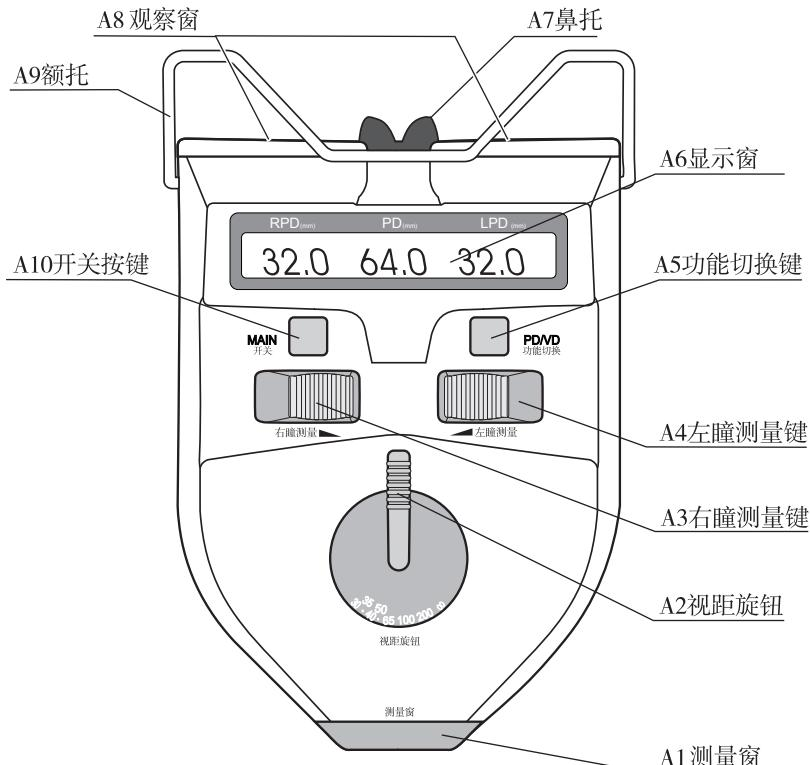

图 1
5.1 前面板说明（图 1 所示）
- e. 当需要检测不同视距的瞳距时，先扳动图 1 中的序号 2（视距旋扭）到指定视距，再进行瞳距的测量。本仪器共设置有 30cm、35cm、40cm、50cm、65cm、1m、2m、 ∞ 等不同视距档位。